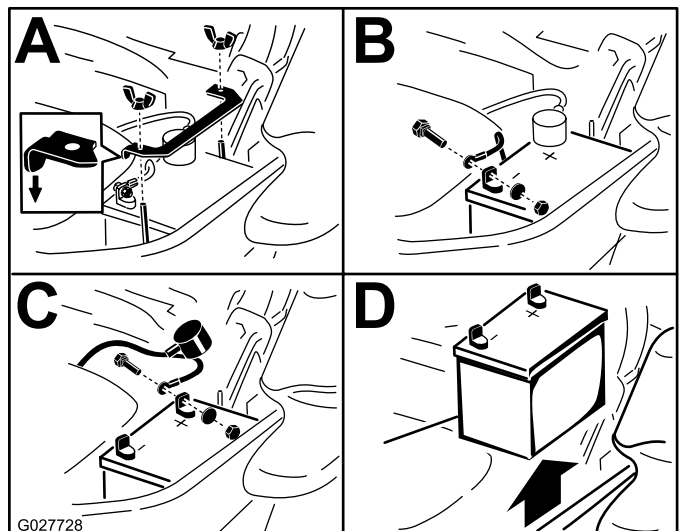

図 51
3. バッテリーのマイナス (-) 端子から、マイナスケーブル黒を外す 図 51。
4. 次にプラス端子についている赤い保護カバーをずらして、プラス+ケーブル赤を露出させる 図 51。
5. バッテリークランプを固定している蝶ナットを外す 図 51。
6. クランプを外す 図 51。
7. バッテリーを取り外す 図 51。
1. バッテリーをトレイの上に置く端子が油圧オイルタンクと反対側を向くように置く 図 51。
4. 両方のケーブルをボルトとロックナット2組を使って固定する 図 51。
6. クランプを取り付け、蝶ナットで固定する 図 51。